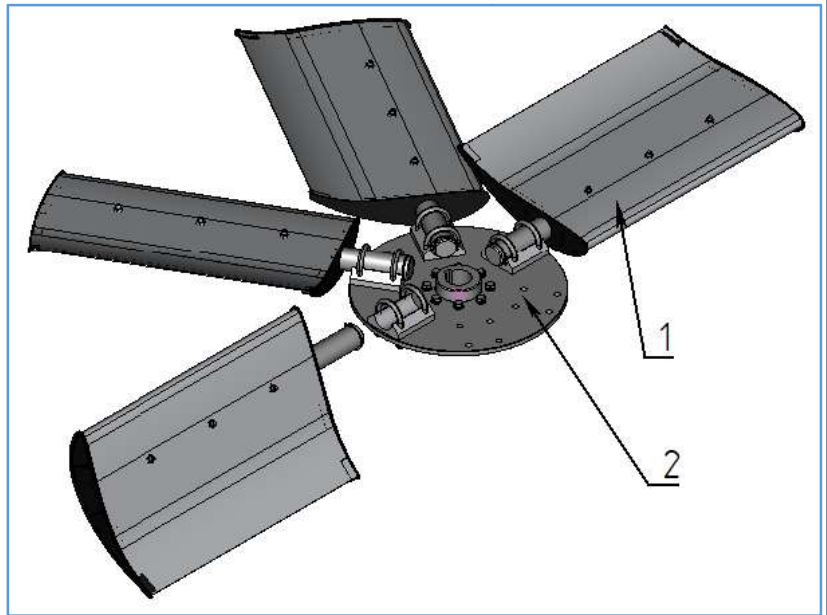
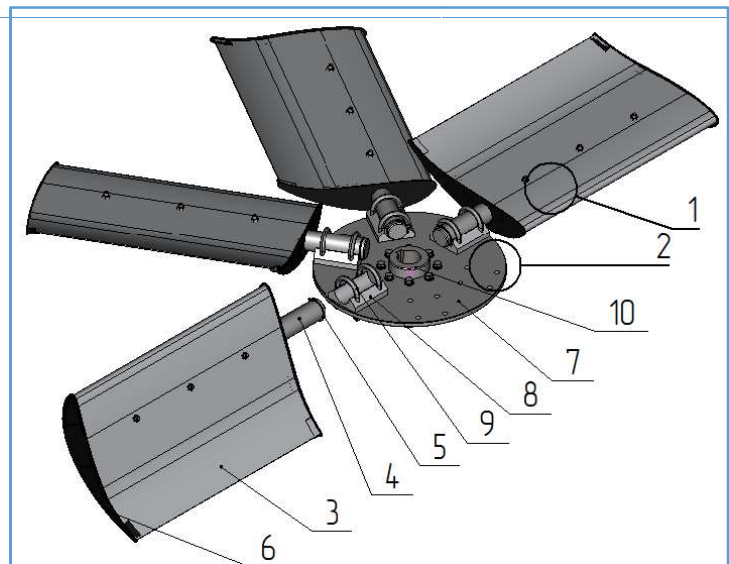

Рисунок 1
Рисунок 2
Конструкция колеса, (Рисунок 1. и Рисунок 2.) состоит из лопастей (1), ступичного колеса (2),